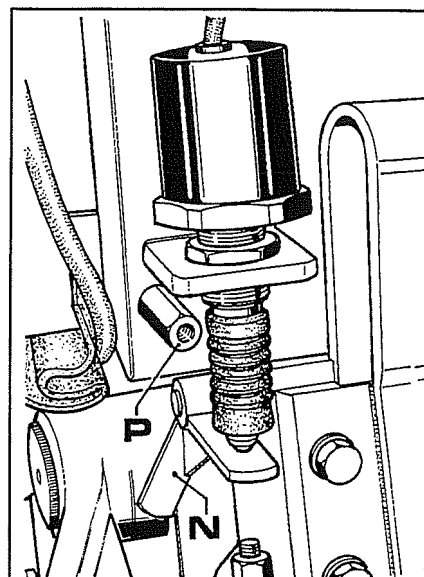
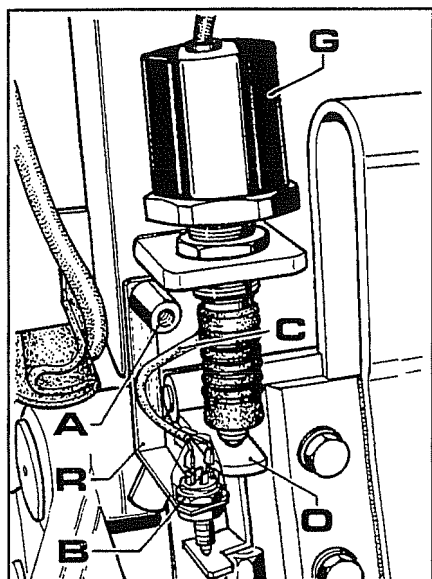

Fig. 39
Fig. 40
2. Sostituire il leveraggio **N** fig.39 del sensore con il leveraggio sensore/interruttore di fine corsa **O** fig.40.
3. Togliere la colonnetta **P** fig.39 e montare il supporto interruttore fine corsa **R** con la nuova colonnetta **A** fig.40, quindi montare l'interruttore **B**.
4. Collegare il cablaggio **C** fig.40 all'interruttore, passarlo da sotto il supporto sedile e arrivare alla scatola supporto comando alza/abbassa.
6. Verificare l'esatto posizionamento del sensore **G** fig.40 abbassando tutto il sollevatore, quindi registrare il sensore in modo da portare il puntale a contatto con il leveraggio **O**.